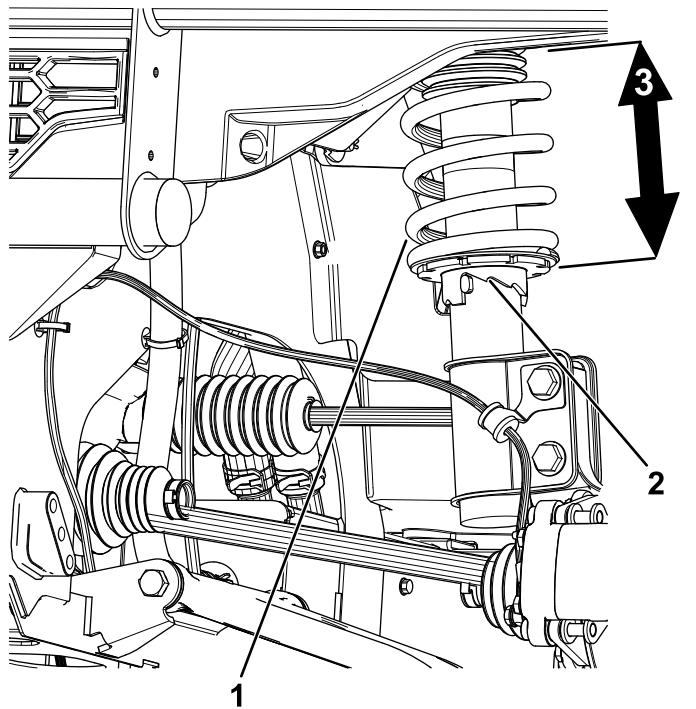

Bild 116
2. Wenn die Bodenfreiheit nicht stimmt, verwenden Sie den Hakenschlüssel, um den Stellring des Stoßdämpfers zu drehen und das Rad auszurichten (**Bild 116**).